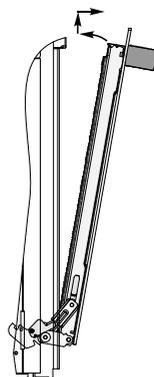

рис. 16
4. Взять дверцу за боковые стороны и потянуть на себя и вверх, чтобы освободить нижние оси шарниров, см. рис.16;